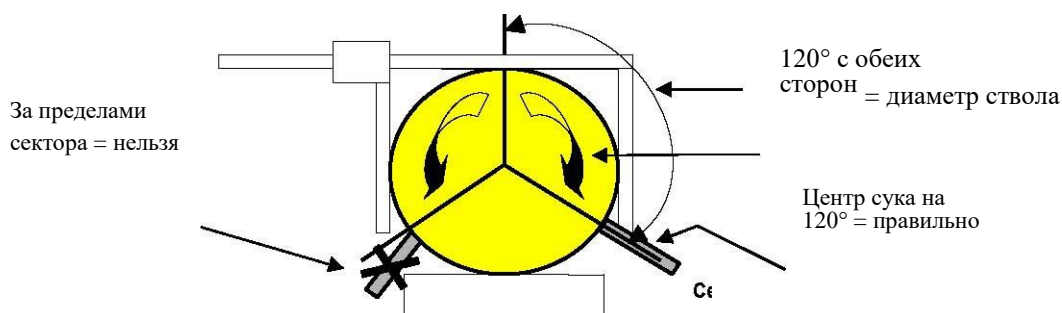

Рис. 38. Область очистки от сучьев слева и справа 120° (соответствует диаметру ствола)
- в пределах рабочего сектора на стволе крепят 30 ветвей общим диаметром 900 мм по обе стороны средней линии ствола и под углом примерно 120° (рис. 38);